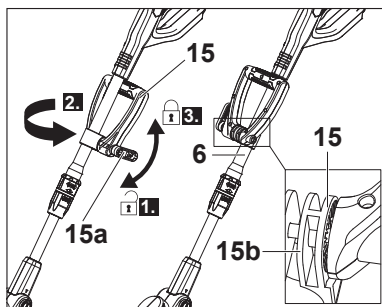

Fig. 3
1. Gire a alavanca de bloqueio (15a) no sentido inverso ao dos ponteiros do relógio e rode a pega auxiliar (15) até que esteja posicionada em cima do polo superior (6).
- Fixe a pega auxiliar (15) ao girar a alavanca de bloqueio (15a) no sentido dos ponteiros do relógio. Certifique-se que o sistema de dentes fica fixo na posição correta (Fig. 3).